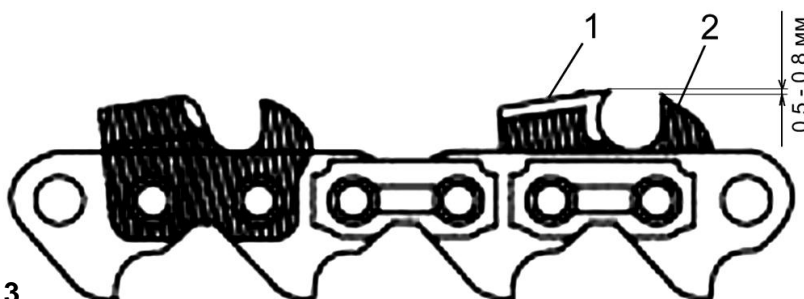

Рис. 3
Звено цепи состоит из двух зубьев: режущего зуба (1) и зуба-ограничителя(2) (См. Рис. 3).
- Насколько эффективно будет происходить процесс пиления, зависит от разницы в высоте между режущим зубом и зубом-ограничителем (См. Рис.3).
- Заточку цепи необходимо начинать с заточки режущих зубьев (1) (См. Рис.3)